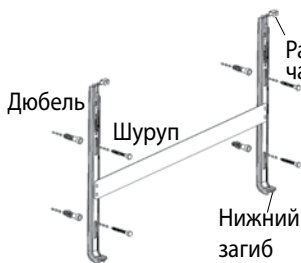
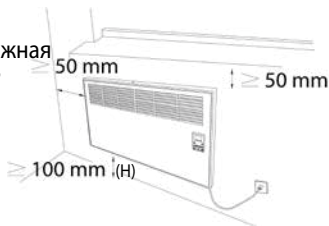
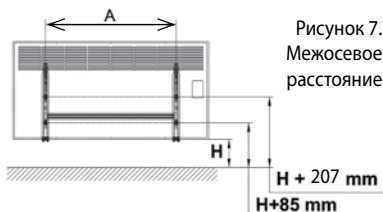

Рисунок 5. Подвижное крепление
Рисунок 6. Допустимое расстояние
Рисунок 7. Межосевое расстояние
2. Нельзя монтировать Электрический Конвектор непосредственно под электророзеткой, лучше всего расположить недалеко от розетки. После выбора удобного местоположения для конвектора по Рисунок 7', соблюдая отступы, приступите к измерению для сверления. Используйте Рисунок 5' и монтажный кронштейн в качестве шаблона. Для этого положите кронштейн лицевой стороной вниз и сделайте отметку карандашом, соблюдая минимальное расстояние от пола менее чем 100 мм. Для долгого срока службы конвектора соблюдайте боковые, верхние, нижние отступы (Рисунок 6.)